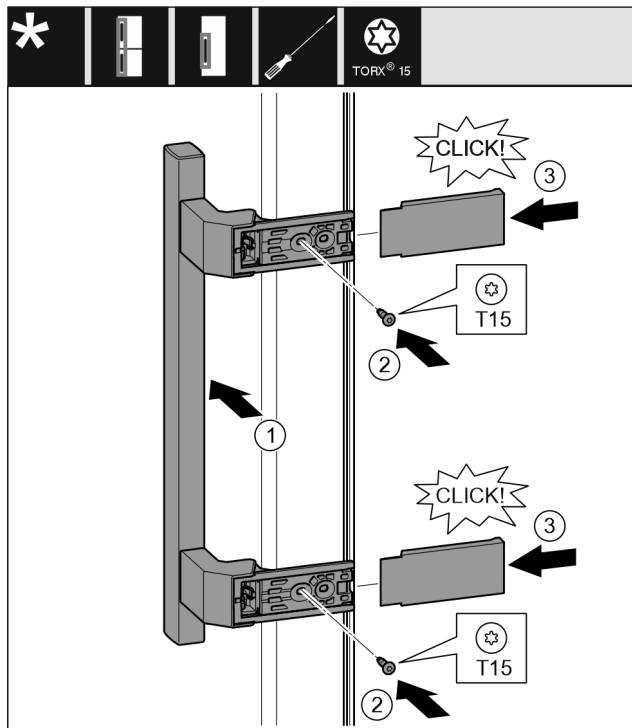

Fig. 18
- ▶ Griff auf der Gegenseite ansetzen. Fig. 18 (1)
- ▶ Schrauben mit Schraubendreher T15 festschrauben. Fig. 18 (2)
- ▶ Abdeckungen seitlich ansetzen und aufschieben. Fig. 18 (3)